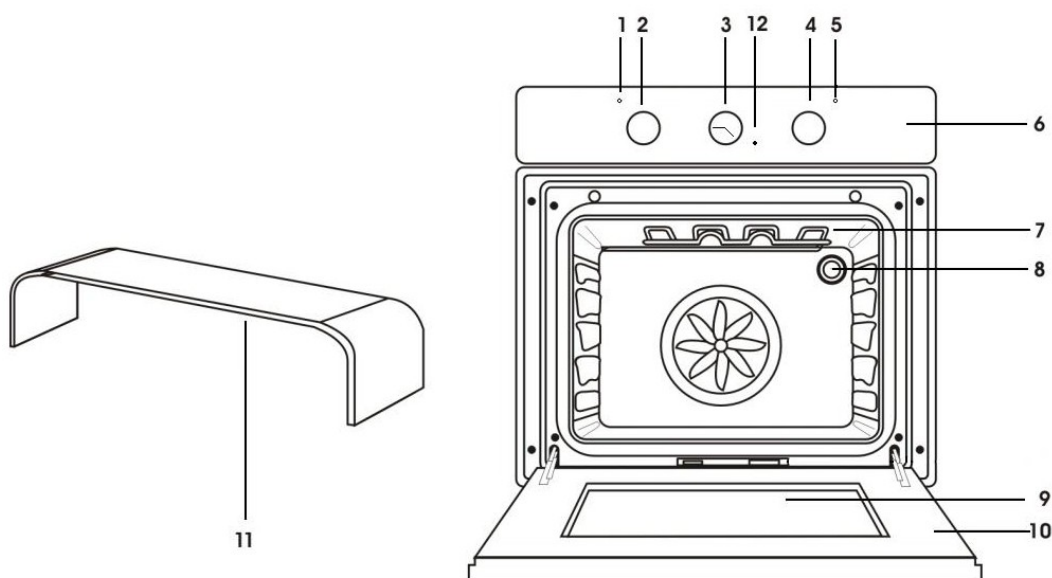

Рис. 1
3.1. Схема духовки (рис. 1)
5.1. Для того, чтобы включить духовку регулятором режимов (позиция 12 на рис. 1) необходимо установить ручной режим. Для этого необходимо без нажима поворачивать регулятор режимов против часовой стрелки и выбрать символ ручного управления (). Далее с помощью переключателя (вкл/выкл) режимов термостата и выбора нужной температуры, задаем необходимую температуру и выбираем нужный режим приготовления. Режимы приготовления расписаны на рисунке 5.